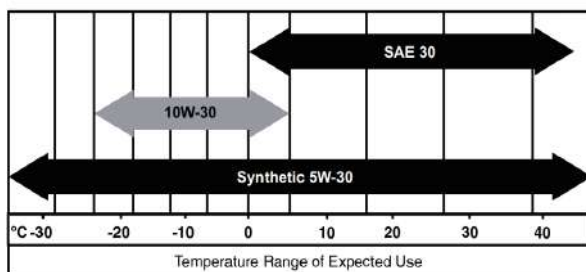

fig.18
- Använd 5W-30 fyrtakts motorolja. Följ fig.18 för temperaturområde för förväntad användning.